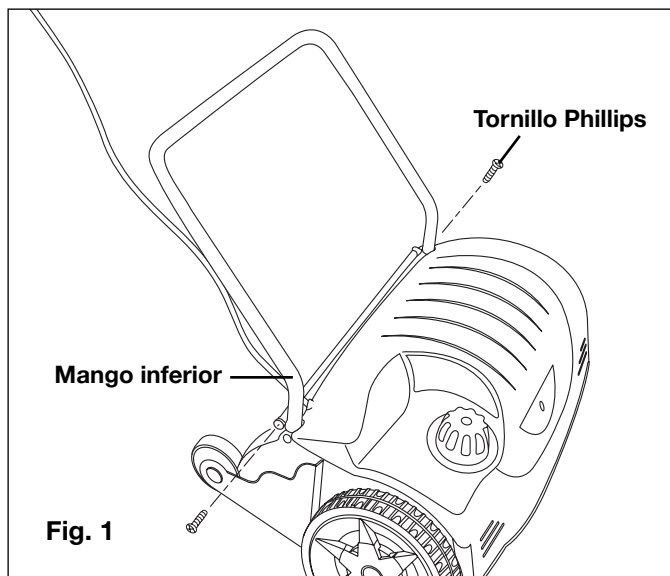

Fig. 1
1. Inserte los mangos inferiores dentro de la carcasa del motor y asegúrelos con los dos tornillos Phillips (Fig. 1).